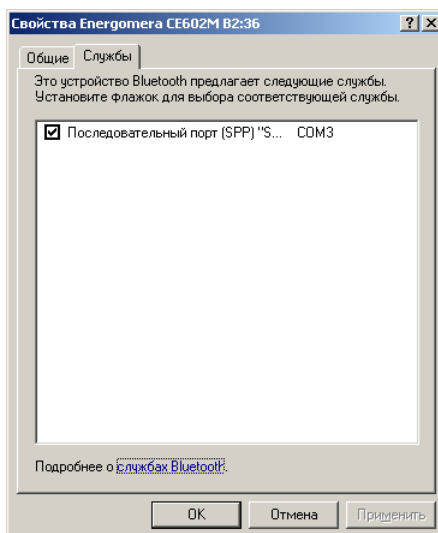

Рисунок 3.8 – «Службы».
- для определения номера виртуального COM-порта необходимо в окне «Устройства Bluetooth» нажать кнопку «Свойства», перейти на вкладку «Службы», где отображается виртуальный COM-порт (рисунок 3.8);